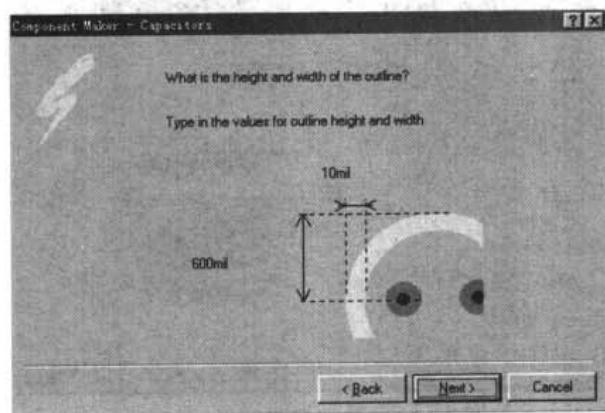

图 17-19 设置电容焊盘和走线间的间距、宽度对话框
(8) 设置完成后，单击 Next 按钮，设置焊盘与走线间的间距、线宽，如图 17-19 所示。